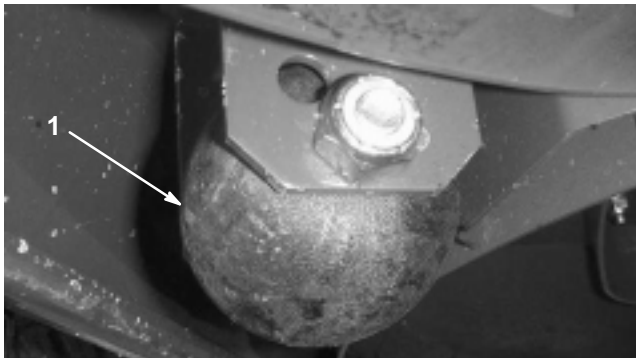

Figure 21
1. Enlevez la vis d'assemblage et l'écrou qui fixent la roue de jauge aux supports du plateau de coupe (Fig. 21).